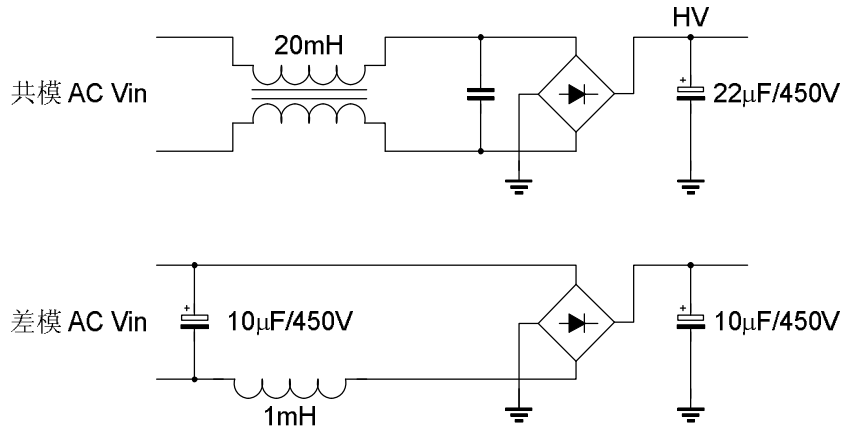

图 16 EMI 差模与共模滤波器的差别
传导型 EMI 噪声包含共模 (CM) 噪声和差模(DM)噪声两种。两种噪声抑制的滤波器设置也不相同。图 16 是差模与共模滤波器的设计。一般情况下，共模方式的 EMI 比较容易通过。差模的